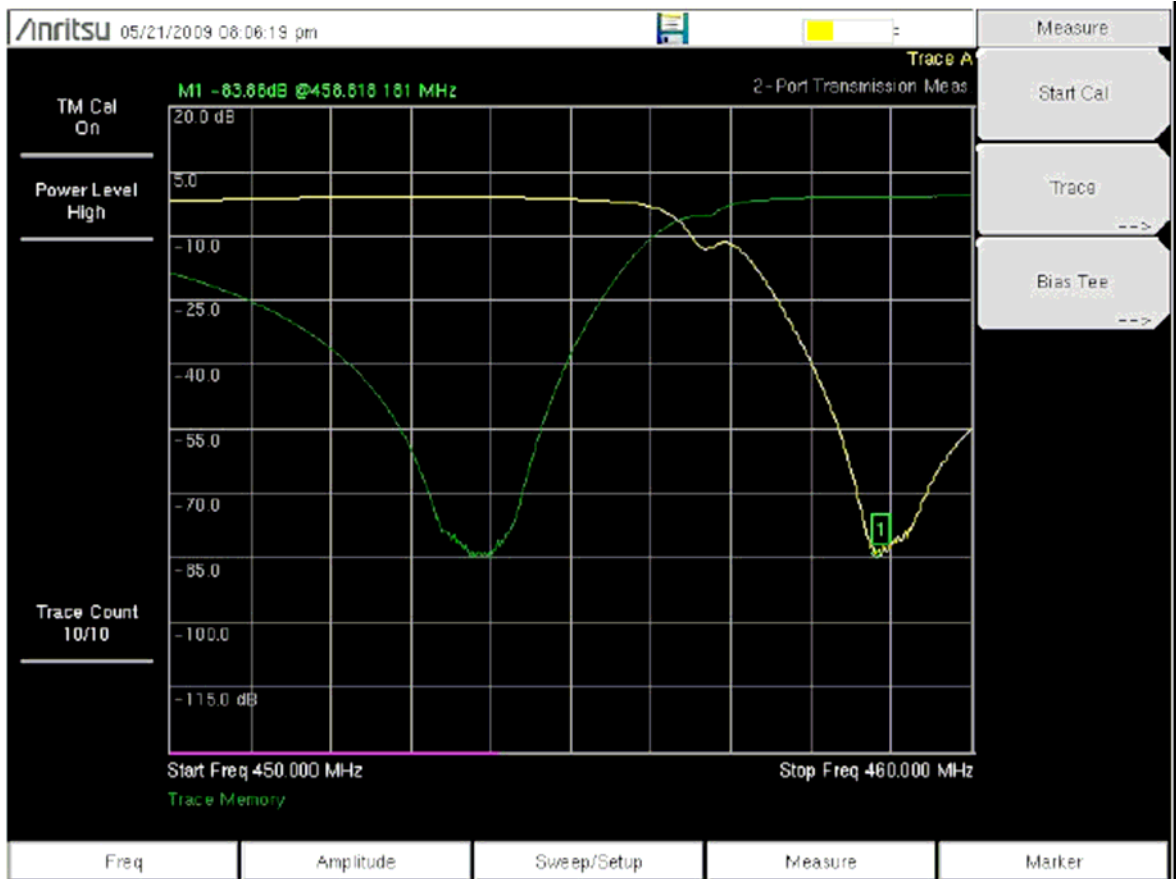

Рис. 2-13. Двухпортовые измерения дуплексора (450 – 470 МГц)
9. Откройте главное меню Trace: нажмите клавишу меню **Shift**, затем **Trace** (5) и нажмите клавишу Copy Trace to Display Memory.
11. Переключите Trace Overlay в режим просмотра View (Рис. 2-13 на стр. 2-16) для сравнения траекторий.